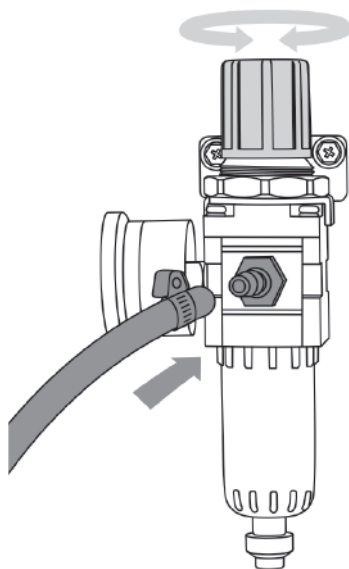

Рис. 8.0.1. Фильтр-регулятор аппарата воздушно-плазменной резки.
**Давление сжатого воздуха должно быть постоянным, не быть ниже 0,5 МПа и выше 0,65 МПа (см. рис. 8.0.1). При работе на низком давлении сжатого воздуха срок службы плазмотрона сокращается.**